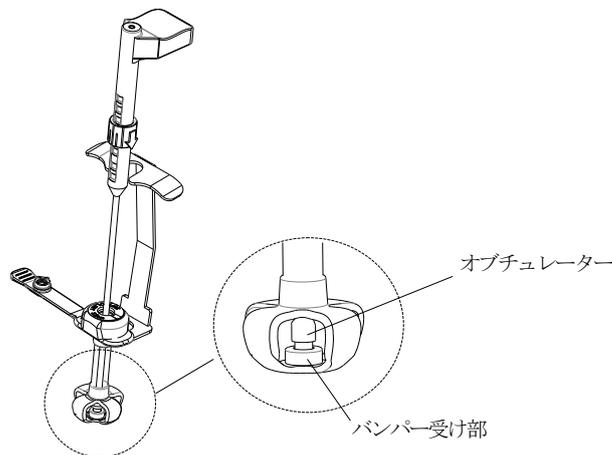
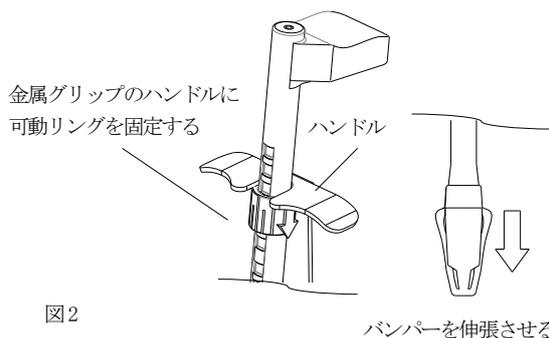

図1
図2
- ①瘻孔が確実に形成された状態（胃壁と腹壁が明確でないことが確認された状態）であることを確認する。
- ②瘻孔に留置されているカテーテル類にガイドワイヤーを通し、その使用方法に従い、適切な方法でカテーテルのみ抜去する（ガイドワイヤーは瘻孔に留置した状態にする）。
- ③オペチュレーター本体をカテーテル内腔に通し、バンパーの受け部にセットした後、金属グリップを用いてバンパーを伸張させる（図1、図2）。